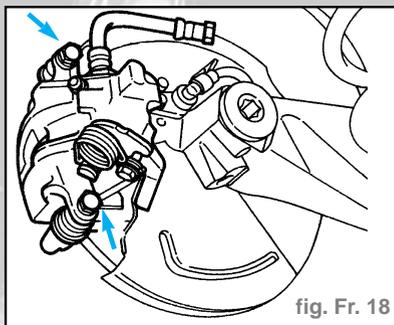

fig. Fr. 18
- Dévisser les vis de fixation du corps d'étrier et l'enlever (fig. Fr. 18).
- La dépose d'une seule des 2 vis de l'étrier est suffisante pour faire basculer ce dernier et atteindre les plaquettes (fig. Fr. 18).